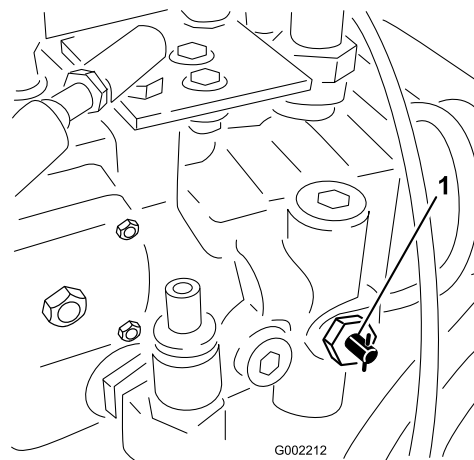

Figura 26
1. Rode a válvula de reboque (Figura 26) 90° em qualquer um dos sentidos para abri-la.